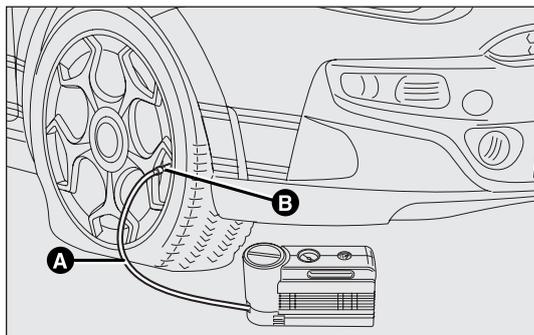

fig. 129
- Azionare il freno a mano. Svitare il cappuccio dalla valvola del pneumatico, estrarre il tubo trasparente di riempimento A-fig. 129 ed avvitare la ghiera B sulla valvola del pneumatico;